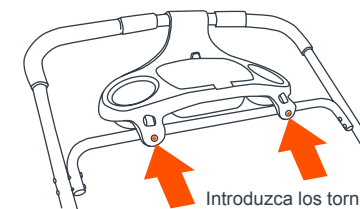

Fig. 7b
- Sujete la parte inferior de la bandeja para padres al tubo transversal, con los tornillos provistos (Fig. 7b).